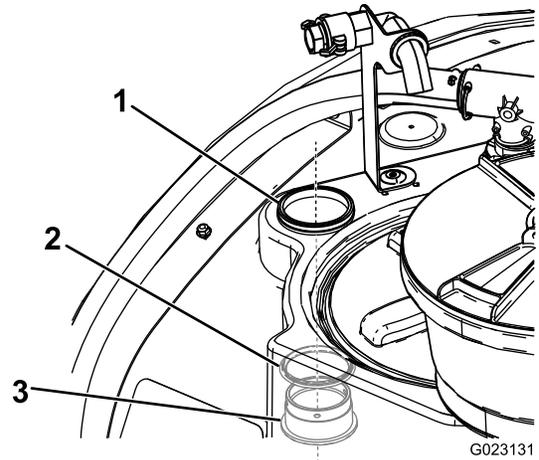

Figura 15
2. Instale o anteparo e anel de retenção a partir do interior do depósito através da abertura cortada previamente (Figura 15).